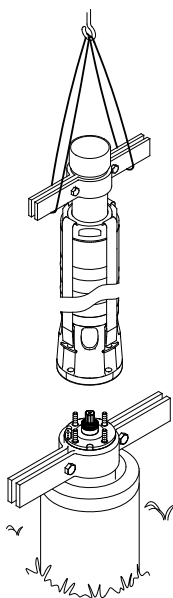

Fig. 19 Pumpen løftes på plads
3. Løft pumpedelen ved hjælp af halsjern, som monteres på forlængerrøret, se fig. 19.